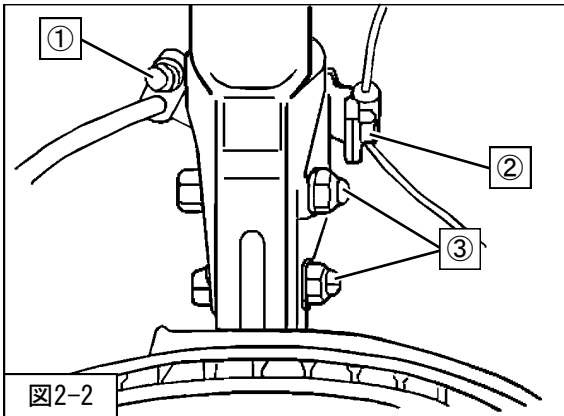
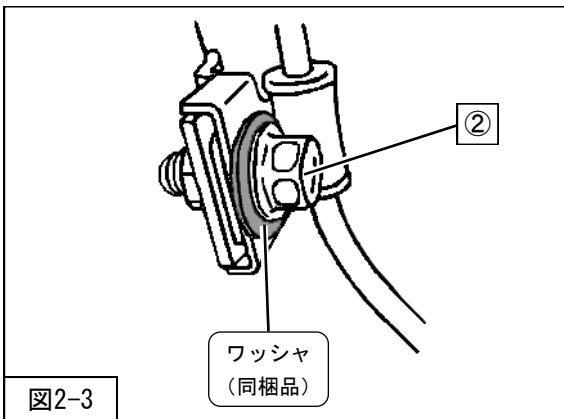

図2-2
図2-3
を取付けてください。（図2-2）
3. ②ABSセンサハーネス取付ボルト（締付トルク：23～33N・m）は、ハーネスステーとの間にワッシャ（同梱品）を挿入して取付けてください。（図2-2・図2-3）
4. ①ブレーキホース取付ボルト（締付トルク：23～43N・m）を取付けてください。（図2-2）